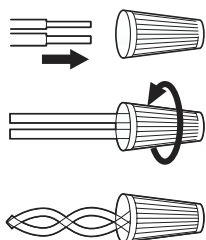

Fig 4
- Con ayuda de conectores fin de línea haga una unión de los cables según su color (verde - verde) tierra, (blanco - blanco), (negro - negro). (Ver Fig. 4).